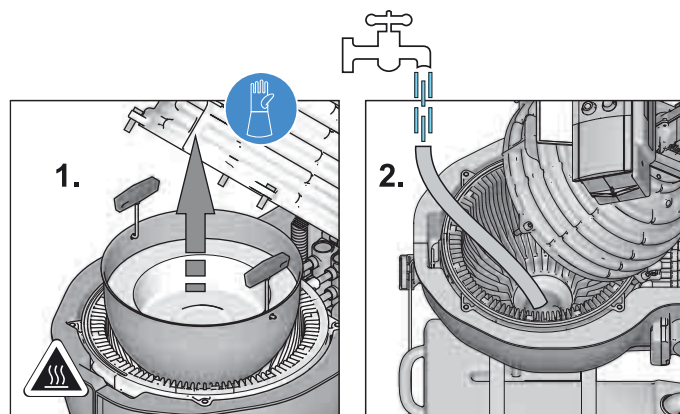

Figura 4-12 Riempimento della cassetta della condensa con acqua
- Aprire il corpo caldaia e sollevare l'elemento refrattario della camera di combustione (vedere capitolo 9.2.5), riempire la cassetta della condensa tramite un tubo flessibile (vedere figura 4-12) oppure